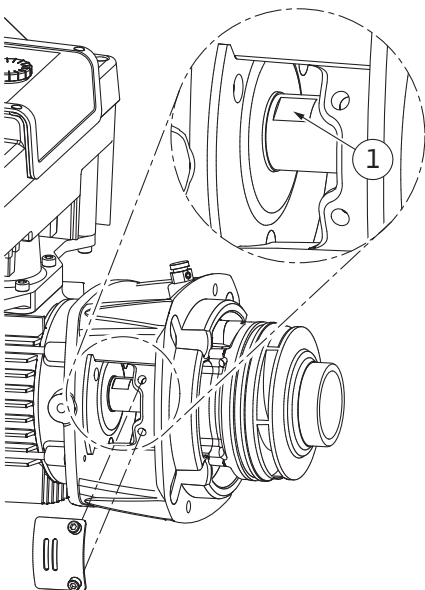

Fig. 110: Schlüsselstellen auf Welle
14. Einen Maulschlüssel (SW22 mm), in das Laternenfenster einführen und die Welle an den Schlüsselstellen festhalten (Fig. 110, Pos. 1). Die Laufradmutter (Fig. I, Pos. 22) ausdrehen. Das Laufrad Pos. 20 (Fig. I, Pos. 21) wird automatisch von der Welle abgezogen.
3. Einen Maulschlüssel (SW22 mm), in das Laternenfenster einführen und die Welle an den Schlüsselstellen festhalten (Fig. 110, Pos. 1).
10. Einen Maulschlüssel (SW32 mm), in das Laternenfenster (Fig. IV, Pos. 38) einführen und die Welle an den Schlüsselstellen festhalten (Fig. 110, Pos. 1). Laufrad mit Unterscheibe(n) und Mutter montieren. Mutter festziehen. Beschädigungen der Gleitringdichtung durch Verkanten vermeiden.